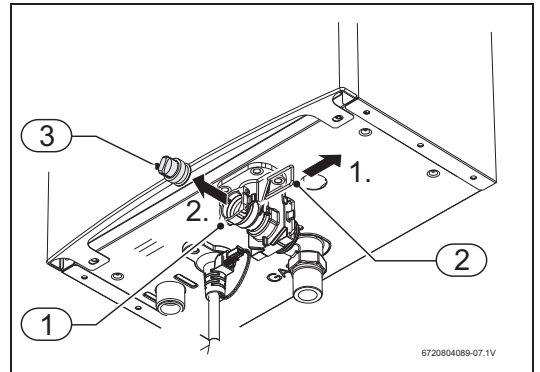

Fig. 10 Tornillo de purga
- ▶ El aparato no deberá instalarse en lugares cuya temperatura ambiente pueda ser inferior a 0 °C. En caso de que exista riesgo de congelación, desconecte y purgue el aparato (→Fig. 10).